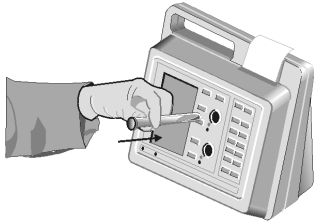

Figura 9. Inserimento della provetta nel pozzetto
3. Inserire la provetta nel pozzetto (Figura 9). Impartire alla provetta una rotazione veloce in senso orario. Sullo schermo appare brevemente il messaggio **DETECTING MAGNET PLEASE WAIT** [Rilevamento magnete in corso. Attendere].